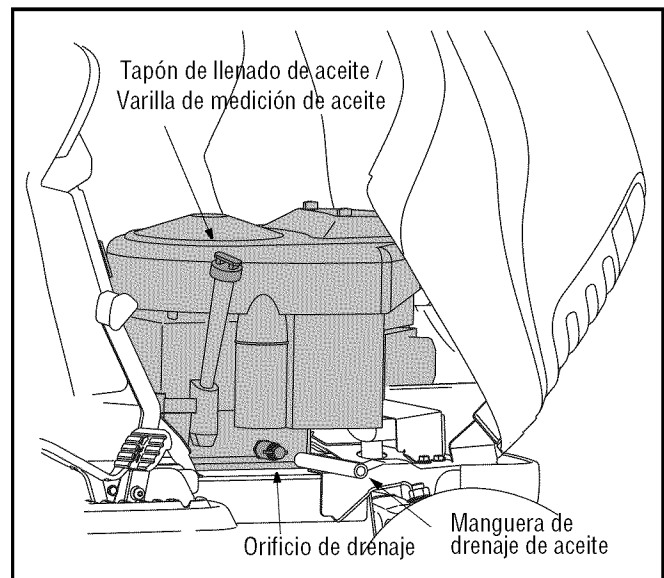

Figura 12
- Abra el tapón protector en el extremo de la válvula de drenaje de aceite para dejar expuesto el orificio de drenaje. Vea la Figura 12.